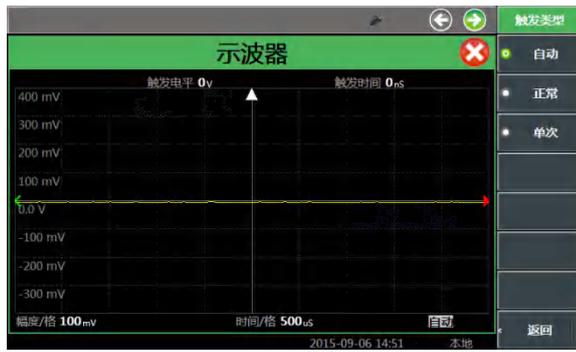

图 4-40 示波器触发模式选择窗口
- 点击触摸屏右侧菜单[触发模式]，弹出如图 4-40 的窗口，选择触发模式。